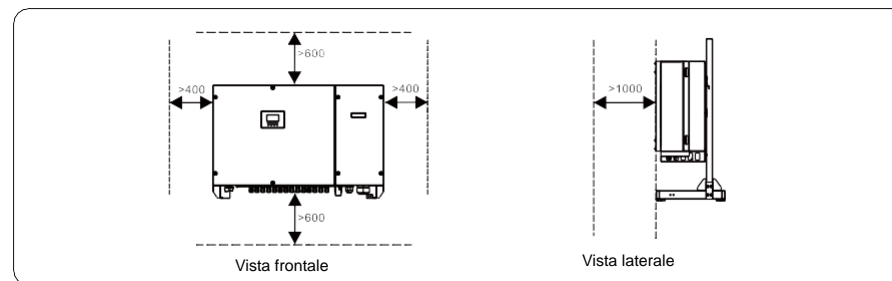

Figura 4.4 Requisiti di spazio per l'installazione (unità: mm)
- b. Riservare intorno all'inverter spazio sufficiente per l'installazione e la dissipazione del calore, come mostrato nella Figura 4.4.